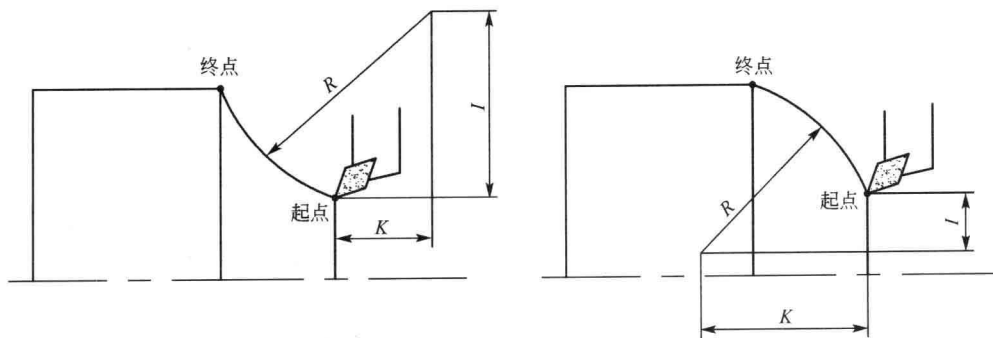

图 1-5 圆弧插补指令
- 2) $I \ _ \ K \ _$ 为圆心相对于圆弧起点的增量坐标; I 为半径增量, 如图 1-5 所示。